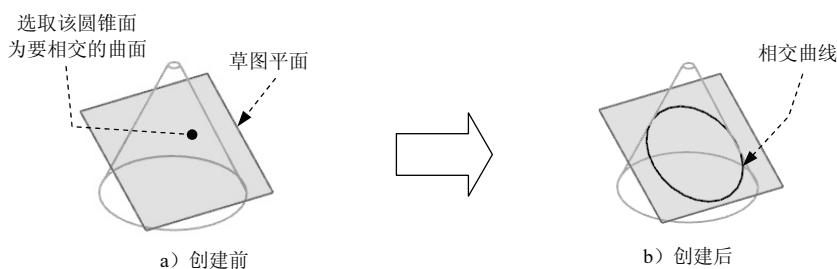

图 5.7.23 相交操作
“相交曲线”命令可以通过用户指定的面与草图基准平面相交生成一条曲线。如图 5.7.23 所示的相交操作的步骤如下。
**Step 2** 进入草图环境。选择下拉菜单 **插入(S)** → **在任务环境中绘制草图(U)...** 命令，系统弹出“创建草图”对话框，选取图 5.7.23 所示的基准平面为草图平面，单击对话框中的 **确定** 按钮，进入草图环境。